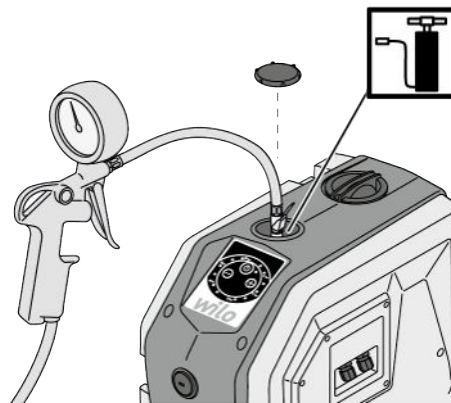
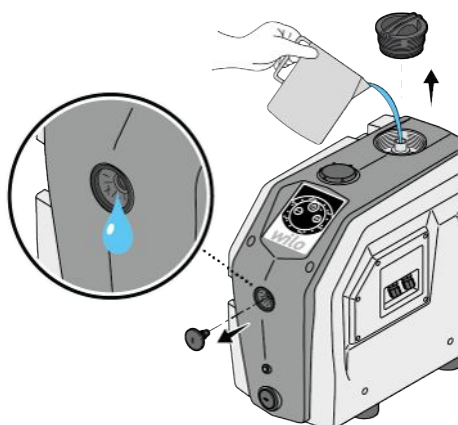

Fig. 7: Plnění membránové expanzní nádrže
Fig. 10: Plnění
1. Uzavřete uzavírací šoupátko (Fig. 7 – poz. 1, 2) na straně sání a výtlačné straně.
1. Když je produkt instalován v režimu sání (Fig. 7), po dobu 5 sekund stiskněte zároveň ovládací tlačítka „+“ a „-“ (Fig. 10).